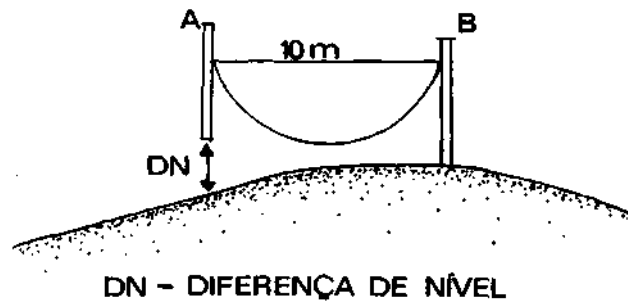

fig. 7
Tomemos um ponto qualquer (A) no terreno, distanciando 10 metros de um segundo ponto (B). A diferença de cotas entre A e B foi de 0,28 metro (fig. 7).